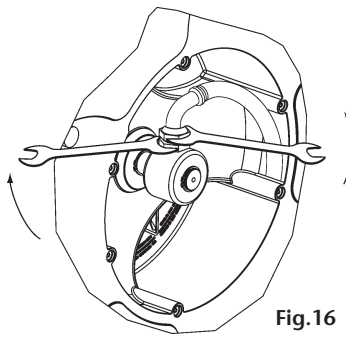

Fig.16
2. Unscrew the nuts with two spanners (fig. 16).
2. Con dos llaves, afloje la manguera de la rótula (fig. 16).
2. Avec deux clés, desserrer le flexible de la rotule (fig.16).